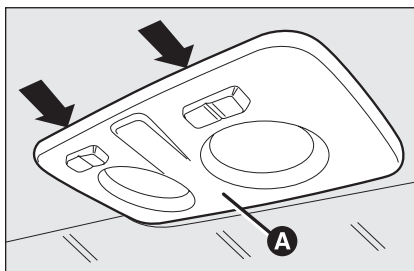
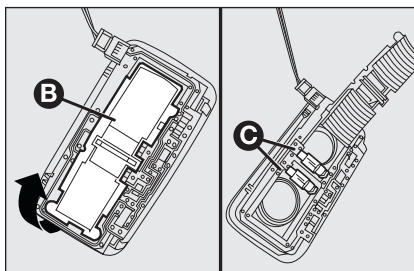

fig. 29
fig. 30
- agir sur les points indiqués par les flèches et enlever le plafonnier **A-fig. 29**;
- remplacer les ampoules **C-fig. 30** en les dégageant des contacts latéraux et en s'assurant que les nouvelles ampoules sont correctement bloquées entre les contacts mêmes;
- refermer le volet **B-fig. 30** et fixer le plafonnier **A-fig. 29** dans son logement en s'assurant de son blocage.